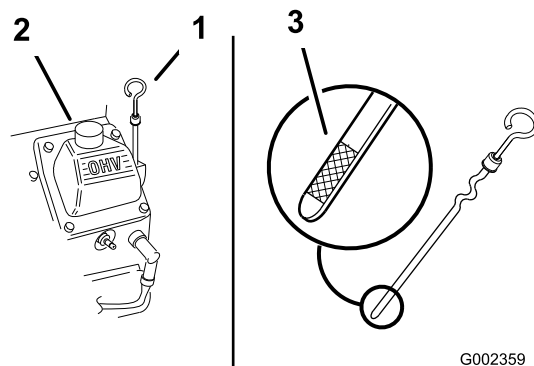

Figura 163
- Pulite l'area intorno al tappo di rifornimento dell'olio e l'asta di livello (Figura 163).